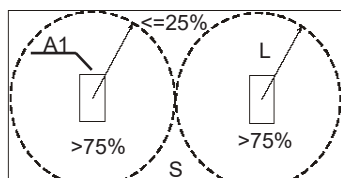
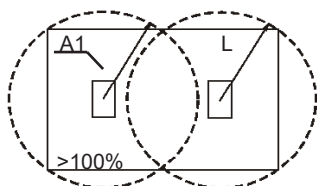

Рисунок 39 – Основная защита конструкции
Рисунок 40 – Полная защита конструкции
- допускается использовать извещатель для организации либо основной (рисунок 39, площадь незащищенных участков не должна превышать 0,1 м²), либо полной (рисунок 40) защиты охраняемой поверхности, в том числе – с охватом смежных конструкций (рисунок 8,  $L_2=3/4L_1$ );